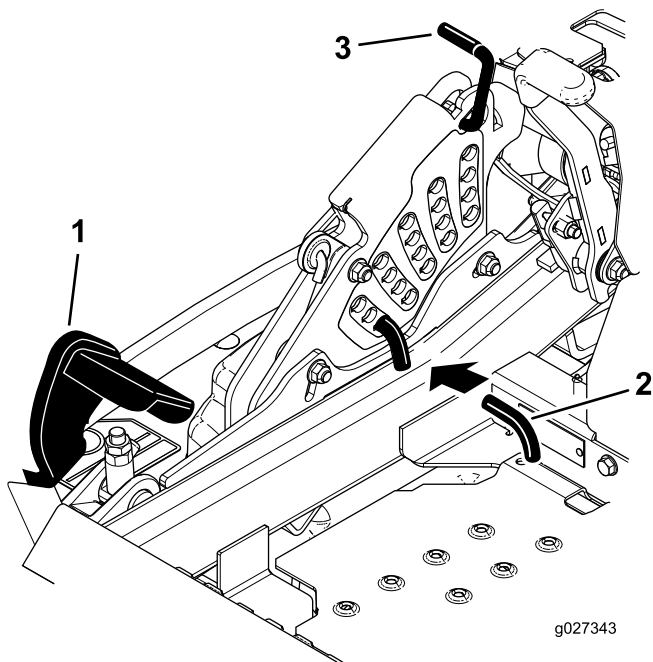

Figura 26
2. Pise el pedal de elevación de la carcasa y eleve la carcasa a la posición de transporte (que es también la posición de altura de corte de 140 mm) (Figura 26).
3. Para ajustar la altura de corte, gire el pasador 90 grados y retire el pasador del soporte de altura de corte (Figura 26).
4. Seleccione el taladro del soporte de altura de corte que corresponde a la altura de corte deseada, e inserte el pasador (Figura 26).